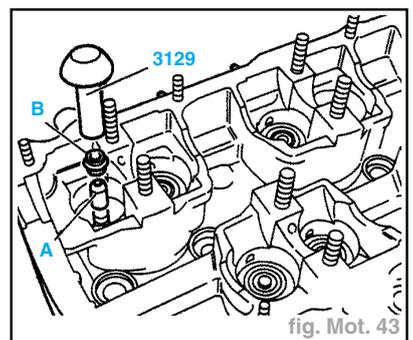

fig. Mot. 43
- Afin d'éviter tout endommagement sur les étanchements neufs des tiges de soupapes, placer la douille en plastique (**A**) sur la tige de soupape (fig. Mot. 43).